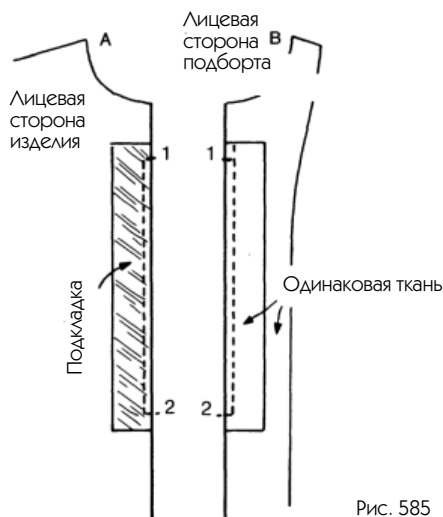

Рис. 585
3. С правой стороны изделия (рис. 585 А) положите полосу из подкладочной ткани лицом к лицу по немеченой длине, прострочите от 1 до 2.
— На подборте (рис. 585 В) выполните ту же работу с подходящей полоской ткани.